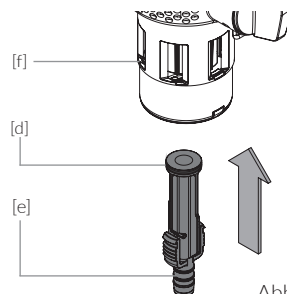

Abb. 8.3
- / Einsetzen der Schlauchtülle (Abb. 8.3):